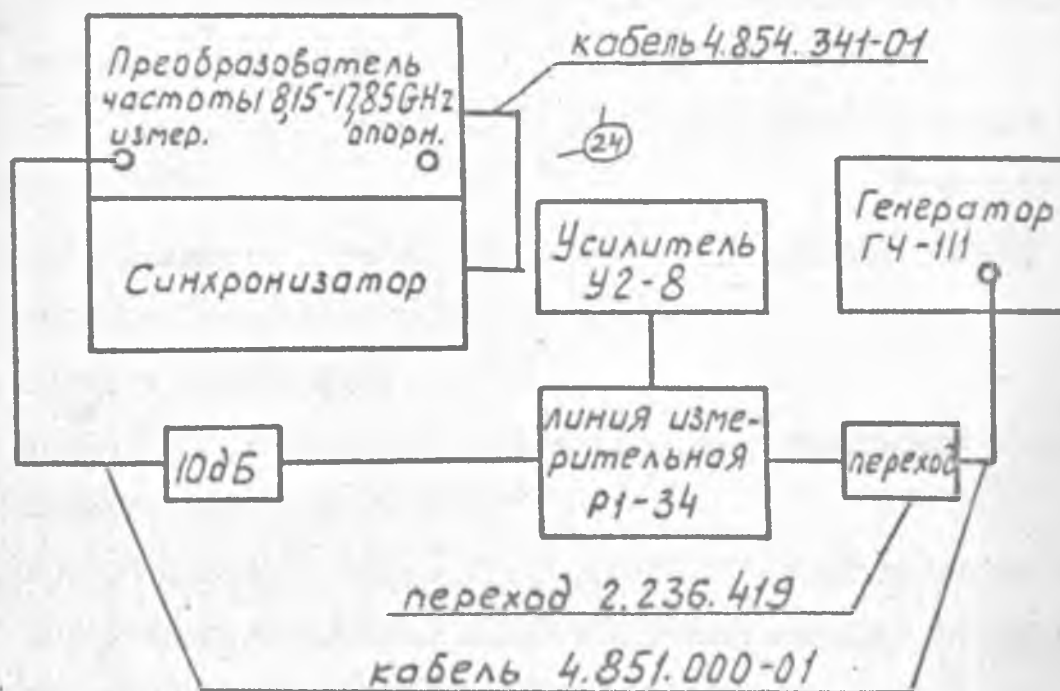

Рис.80. Схема электрическая структурная определения Кст γ преобразователя частоты 8,15-17,85 GHz на частотах 17,85 ГГц, 15 ГГц.
13.3.6.3. Измерения $K_{сгг}$ согласующего аттенуатора при работе с преобразователем частоты 8,15-17,85 ГГц на частотах 12,05; 13,0; 14,0; 15,0; 16,0; 17,0; 17,85 ГГц производится по схеме рис.80.